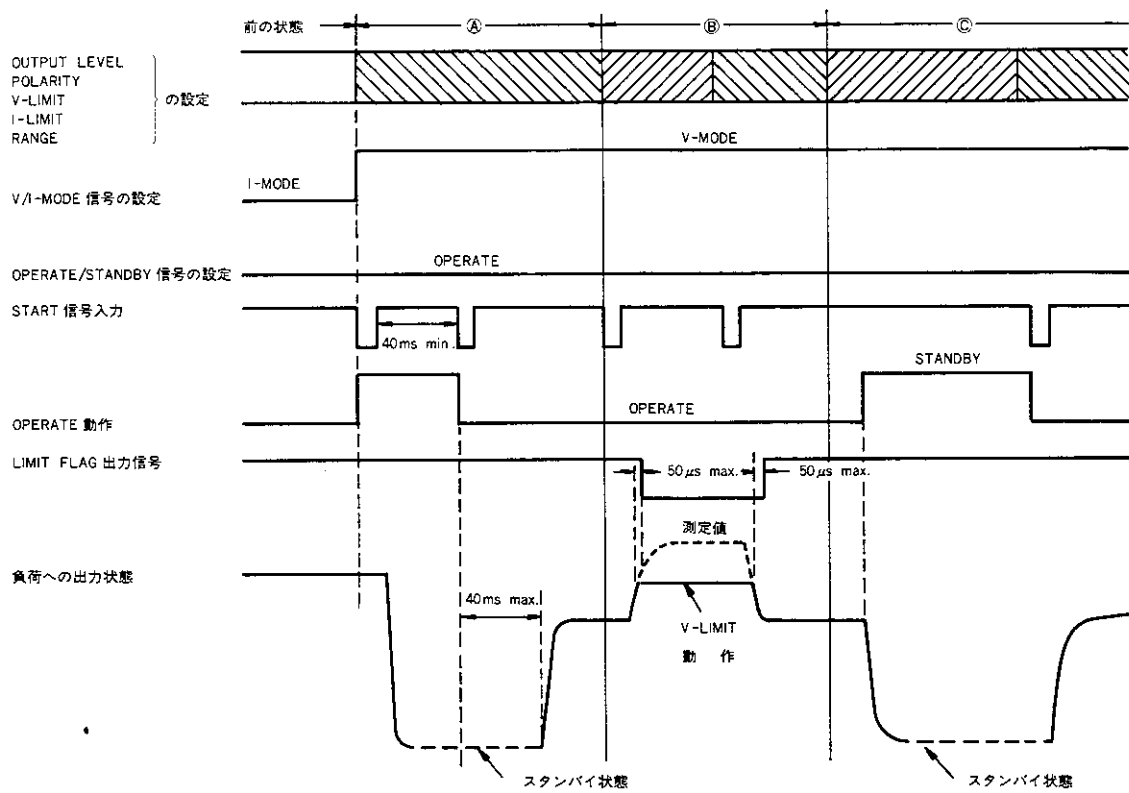

図 2-13 誤設定および異常状態における動作とタイミング
2) 誤設定および異常状態における動作とタイミング〔図2-13〕参照